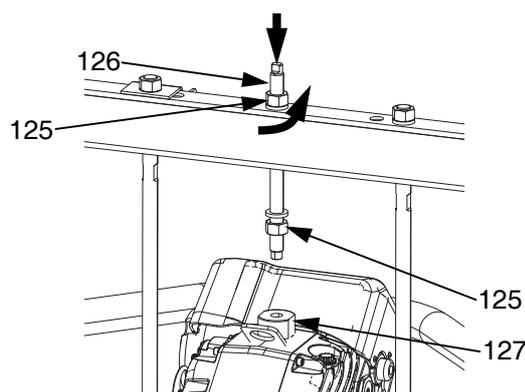

FIG. 28: Cylindre de 55 gallons
- a. *Blocs d'alimentation D200 de 3 po. et D200s de 6,5 po.* : Desserrer l'écrou (125) situé sous la barre transversale. Utiliser une clé pour maintenir en place l'adaptateur de l'anneau de levage (127) et desserrer la tige filetée (126) située au-dessus de la barre transversale à l'aide d'une autre clé. Voir la FIG. 28.